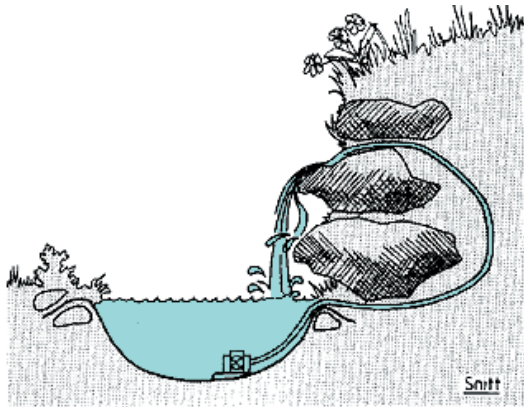

Fig. 533
- 533 *Vannløp i bratt skråning* rett over bassenget kan bygges som et rislende vannfall ved hjelp av noen store steiner, ei pumpe og en slange, se fig. 533. Pumpe monteres i bassenget eller i en kum ved siden av. Vannet pumpes gjennom en slange og risler ut på noen steiner som ligger over bassenget.